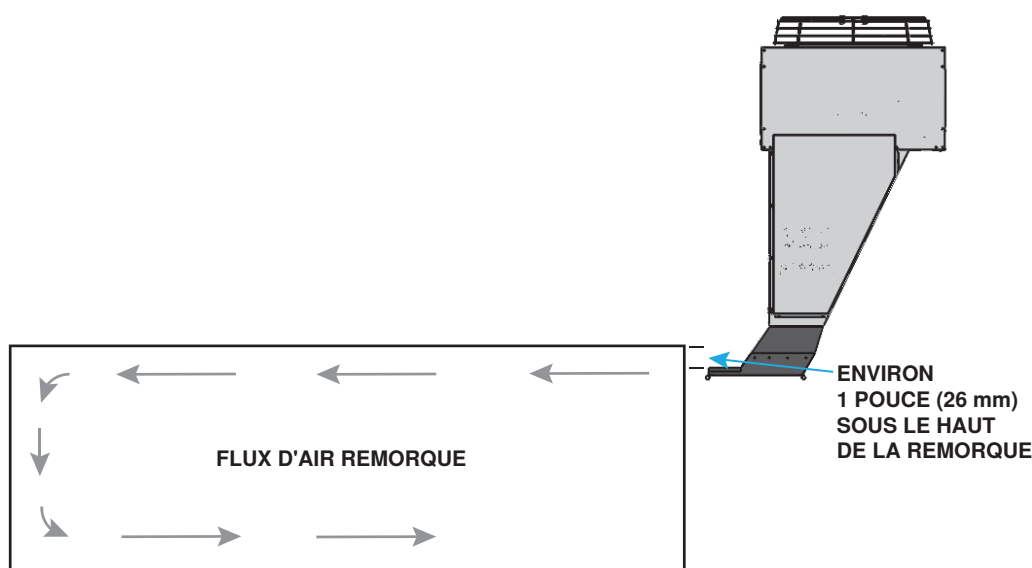
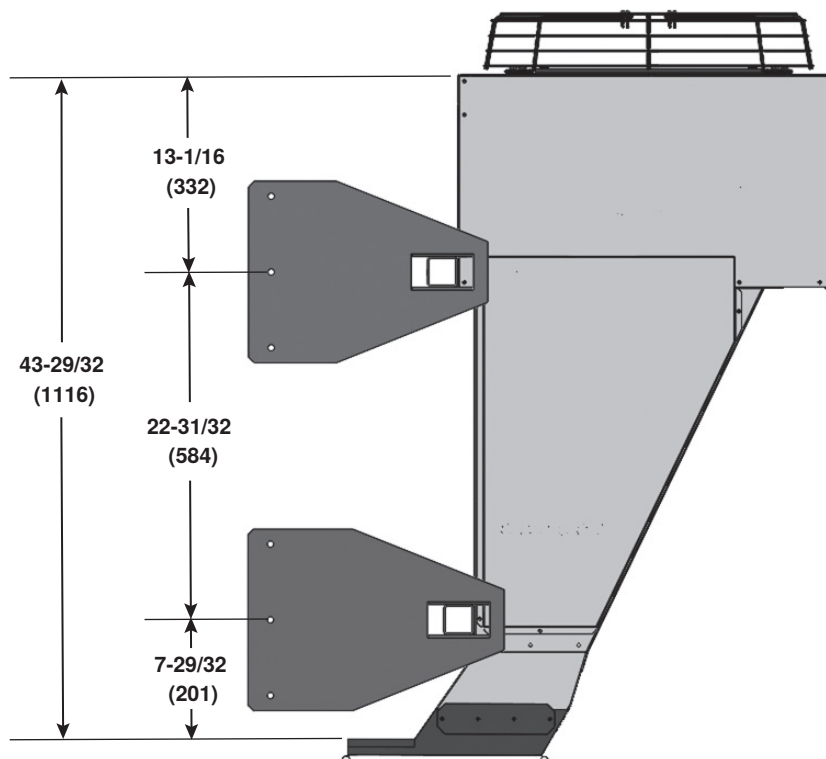

Figure 2. Emplacement de l'unité
Figure 5. Déterminer l'emplacement de l'unité
3. Déterminez l'emplacement de l'unité de sorte que le haut de la buse de décharge de la toile soit à environ 1 pouce (26 mm) sous le haut de l'ouverture de la porte de la remorque amarrée (voir Figure 2). Consultez la Figure 5 pour connaître les dimensions des trous de montage.